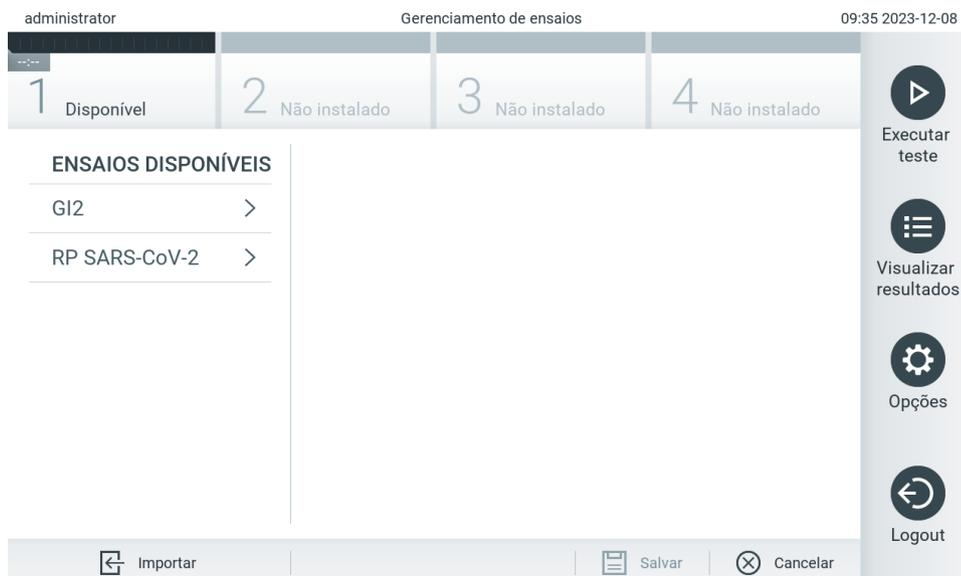

Figura 58. Tela Assay Management (Gerenciamento de ensaios).
2. Para importar o(s) novo(s) ensaio(s) para o QIAstat-Dx Analyzer 2.0, pressione o botão Options (Opções) e, em seguida, o botão Assay Management (Gerenciamento de ensaios). A tela Assay Management (Gerenciamento de ensaios) é exibida na área de conteúdo da tela (Figura 58).